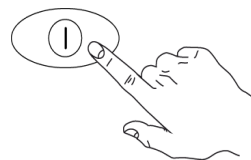

Abb. 13
- 8- Schließen Sie die Tür und drücken Sie den KNOPF "A", um die Spülmaschine einzuschalten. (Abb. 13)